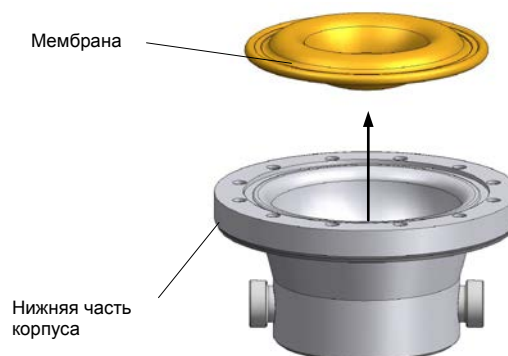

Рис. 25 Замена мембраны (исполнение из пластмассы)
- Снять мембрану (см. рис. 25).